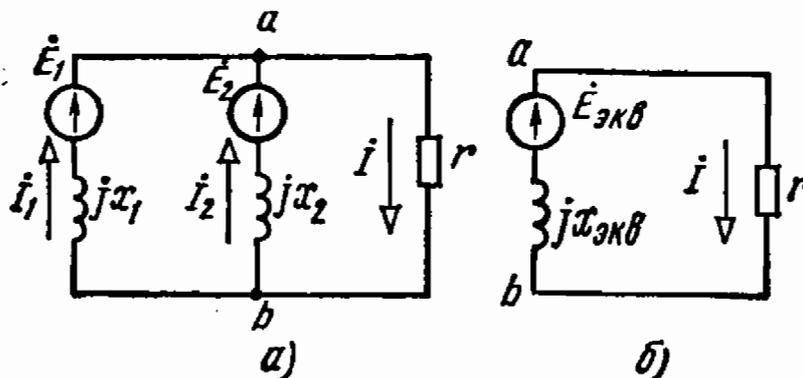

Рис. 4.43
4.43. На рис. 4.43, а приведена схема электрической цепи с двумя источниками синусоидально изменяющихся э. д. с. $e_1 = e_2 = 141,2 \sin \omega t$.
Из схемы с эквивалентным генератором, приведенной на рис. 4.43, б, получаем: